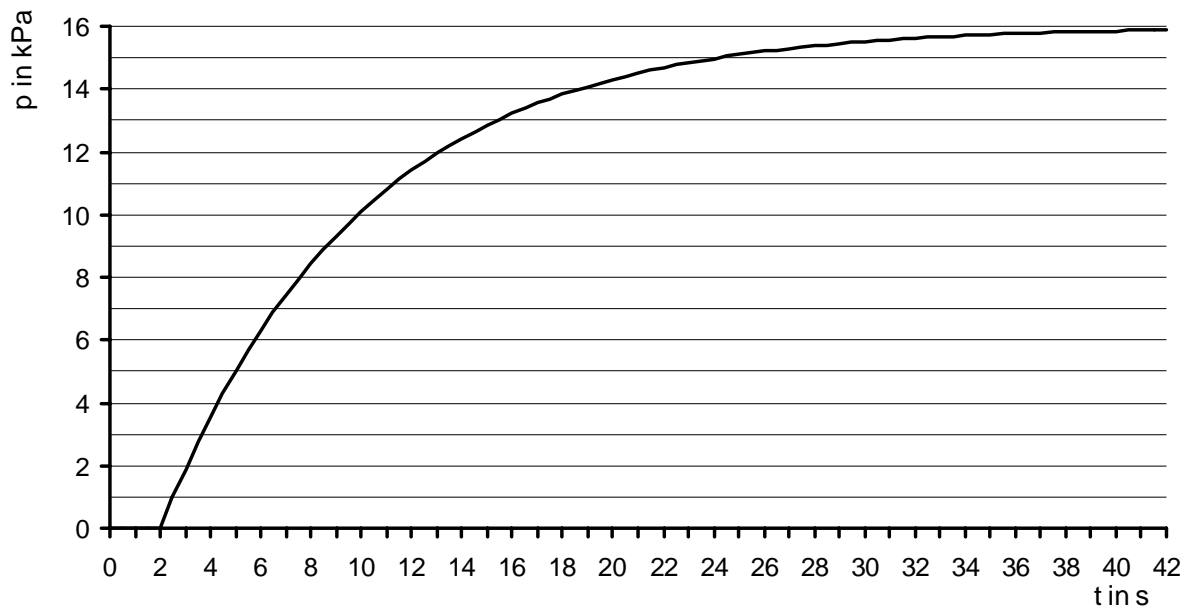

Bild 3.2.3
- 3.2.3 Von einer Regelstrecke wurde die in Bild 3.2.3 dargestellte Sprungantwort aufgenommen. Am Eingang des Systems erfolgte der Sprung von 0mm auf 10mm zum Zeitpunkt $t = 0$. Um welches Übertragungsverhalten handelt es sich bei dieser Sprungantwort? Ermitteln Sie alle Kennwerte dieser Regelstrecke. (4 BE)